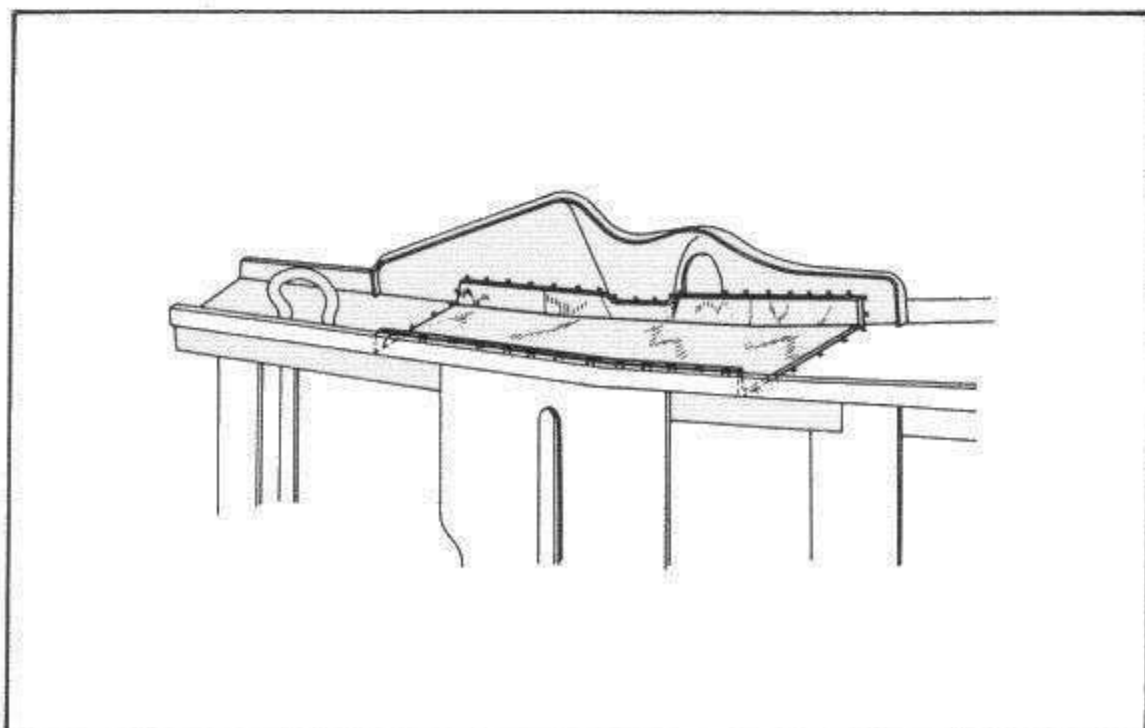

Abbildung 3
4. Die äußeren Verstärkungsbleche – wie in Abbildung 3 gezeigt – anbringen und an ihrem gesamten Umfang mit MIG-Schutzgasschweißpunkten befestigen.